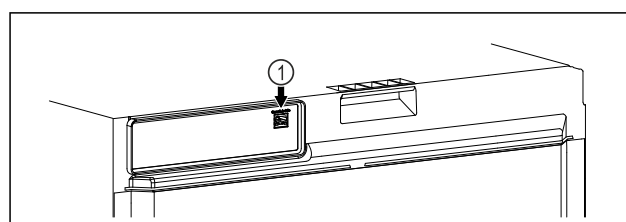

Fig. 117
- ❑ Założono SmartModule Fig. 117 (1).